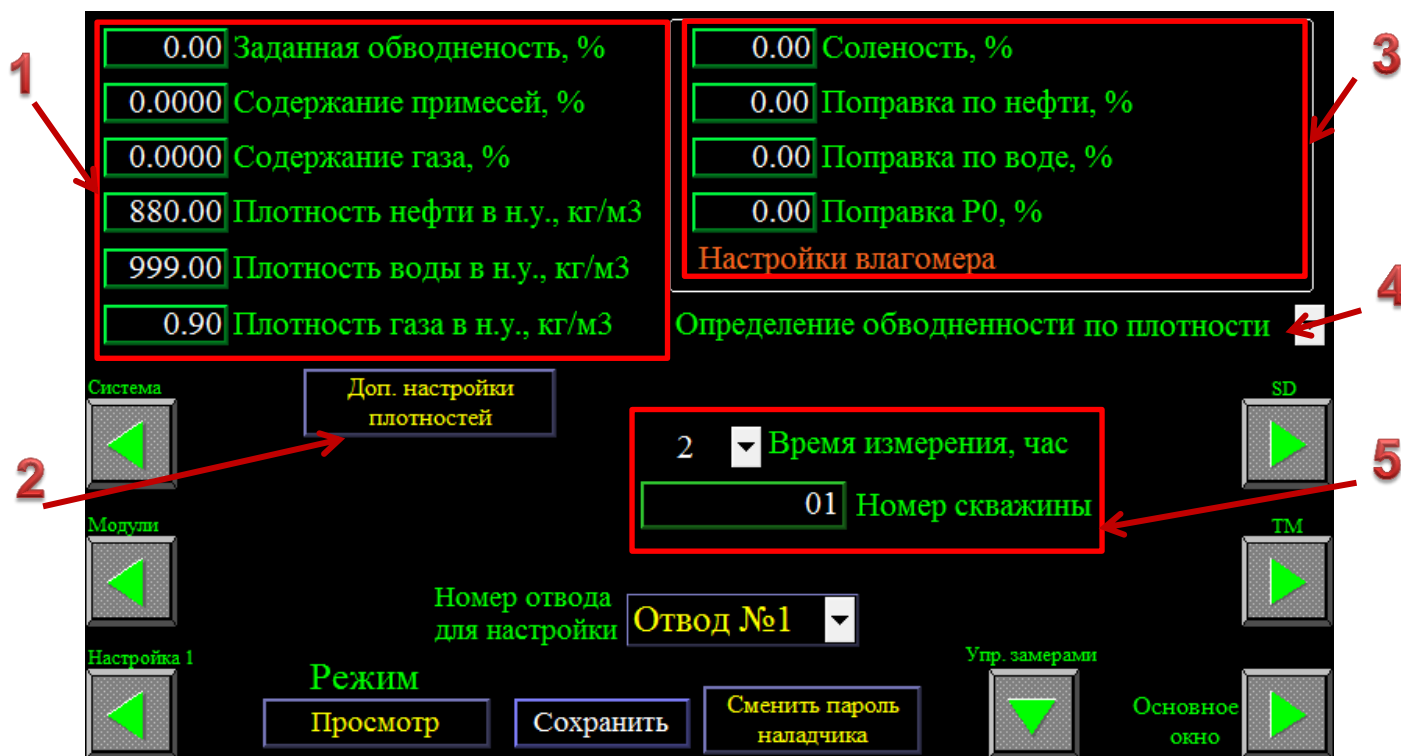

Рисунок 21 - Окно "Настройки"
- нефтегазовая характеристика скважинной продукции (обл. 1, рис. 21);
- параметры влагомера (обл. 3, рис. 21);
- режим определения обводненности (поз. 4, рис. 21);
- время измерения и номер скважины (обл. 5, рис. 21);